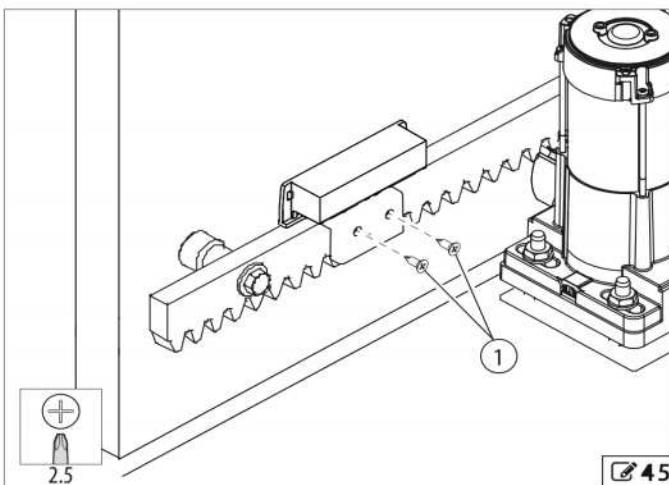

FIG. 45
3. Colocar el final de carrera magnético de cierre (FIG. 45) sobre la cremallera, buscando el punto en que el led correspondiente se apaga (ver las tablas anteriores).